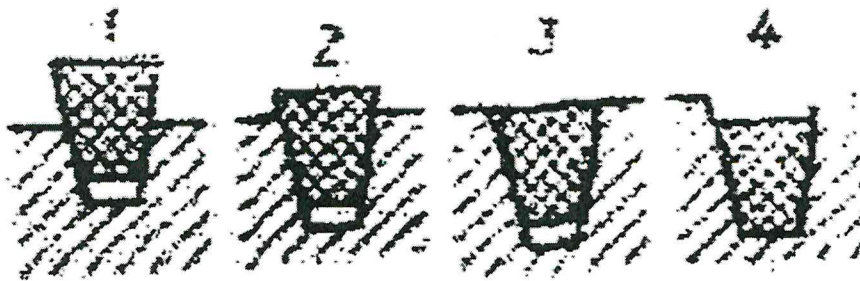

Рис.15.
48. В каком сечении правильно показано положение клинового ремня в ручье шкива (рис. 15)?